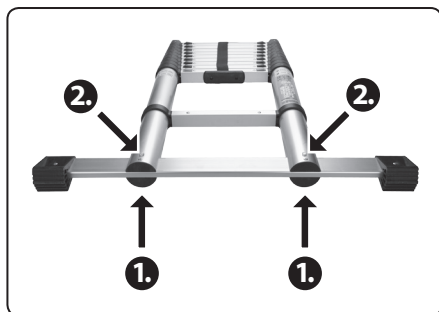

Abb. 2
1. Stellen Sie die Leiter auf den Boden und schieben Sie die Basis mit den Stützfüßen in die Ausschnitte in beiden Leiterrohren ein, sodass die Löcher in der Basis mit den Löchern in den Leiterrohren ausgerichtet sind (Abb. 2, Schritt 1).
2. Befestigen Sie dann die Basis mit einer Schraube an jedem Leiterrohr, sodass sich der Schraubenkopf an der Seite der Leiter befindet, an der sich die Schlösser auf beiden Seiten der Sprossen befinden (Abb. 2, Schritt 2).